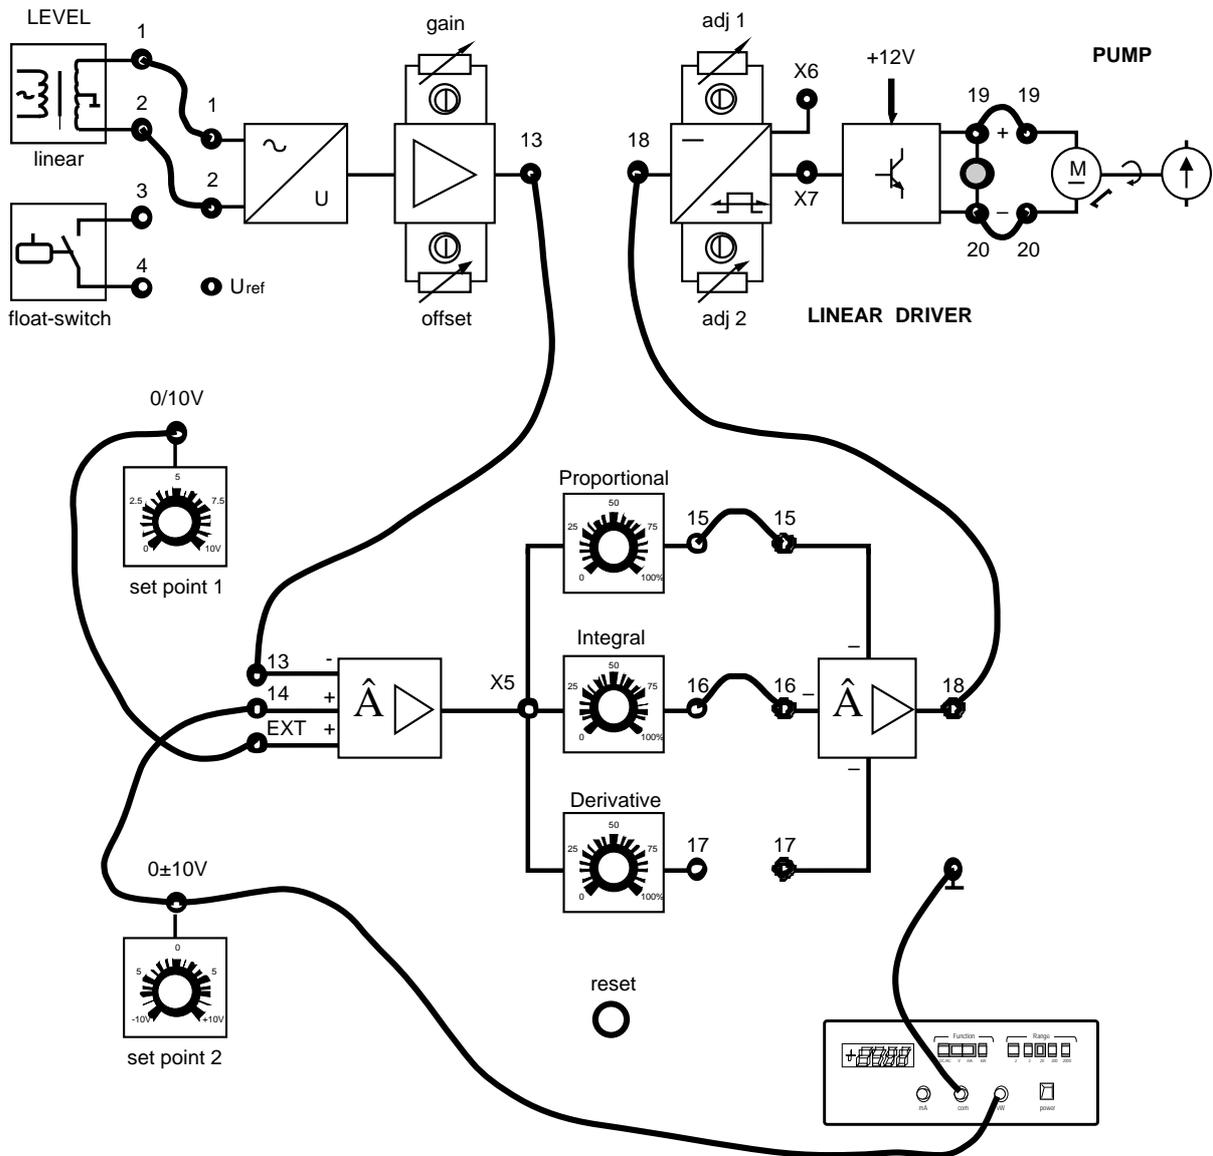

Fig. 10.1
Una vez asegurado de que se conocen los prerequisites, entrega a los alumnos la Ficha 10.1 que representa el cableado del control (fig. 10.1) y prepara el panel de simulación del proceso de la siguiente manera:
- 1) Conectar, mediante cables, el casquillo 19 del LINEAR DRIVER al casquillo 19 y el casquillo 20 al 20 (ficha 10.1 fig. 10.1).
- 2) Conectar el casquillo del SET POINT 1 al casquillo 18 del LINEAR DRIVER (ficha 10.1 fig. 10.1).
- 4) Apretar el interruptor general (ON).
- 9) Conectar el casquillo 1 del Sensor de Nivel al casquillo 1 de la respectiva interface y el casquillo 2 al casquillo 2 (ficha 10.1 fig. 10.1).
- 10) Conectar el casquillo del SET POINT 2 al casquillo 14 del regulador PID y el casquillo 13 de la interface de nivel al casquillo 13 del regulador PID (ficha 10.1 fig. 10.1).
- 21) Conectar el casquillo 15 del regulador PID al casquillo 15 y el casquillo 18 al 18 del LINEAR DRIVER (ficha 10.1 fig. 10.1).
- 24) Conectar el casquillo 16 del regulador PID al casquillo 16 (ficha 10.1 fig. 10.1).